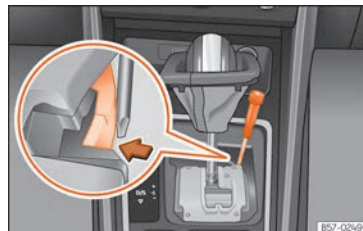

Abb. 262 Wählhebel: Notentriegeln aus der Parkstellung.
- Drücken Sie seitlich mit Hilfe der flachen Seite des Schraubendrehers auf die gelbe Taste und halten Sie sie gedrückt **»» Abb. 262**.